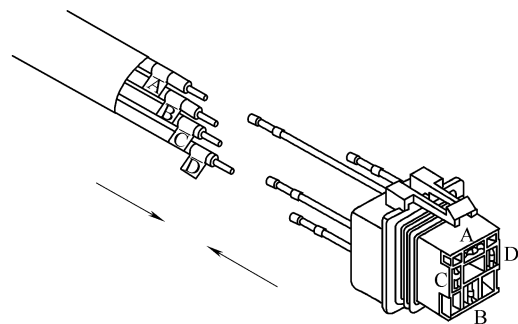

图 6-87 安装维修导线, 压紧端子, 加热收缩管使插头防水
⑤ 将端子维修导线安装到裸线上, 用压线钳压紧端子, 并用热风枪加热收缩管, 管收缩并使插头防水, 如图 6-87 所示。